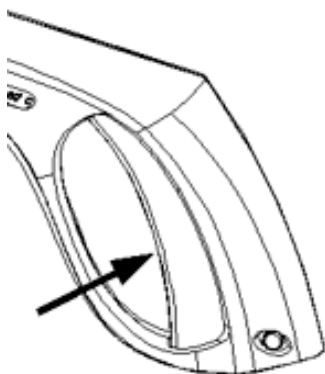

Рис. 12
6. Разблокируйте рычаг пистолета (рисунок 12);